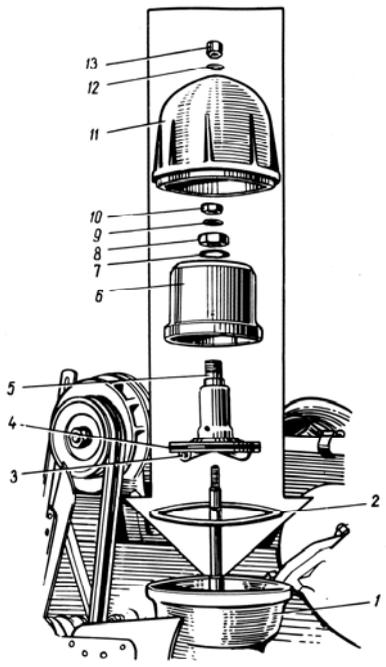

Рис. 64. Фильтр центробежной очистки масла:
- 2 Отвернуть гайку крепления ротора; снять ротор с упорной шайбой 9 (рис. 64).